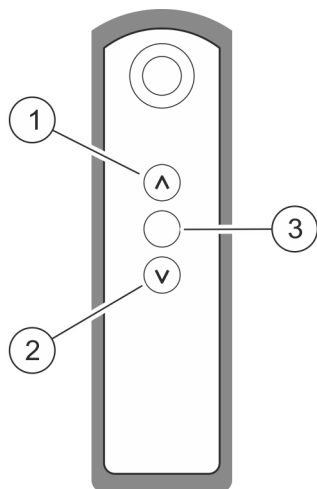

Abb. 14: Funkhandsender (beispielhafte Darstellung)
- Ambiente-Beleuchtung einschalten: Taste AUF (Abb. 14/1) drücken.
- Ambiente-Beleuchtung ausschalten: Taste AB (Abb. 14/2) drücken.
- heller: Taste AUF (Abb. 14/1) gedrückt halten.
- dunkler: Taste AB (Abb. 14/2) gedrückt halten.
- Voreingestellte Helligkeit: Taste (Abb. 14/3) drücken.